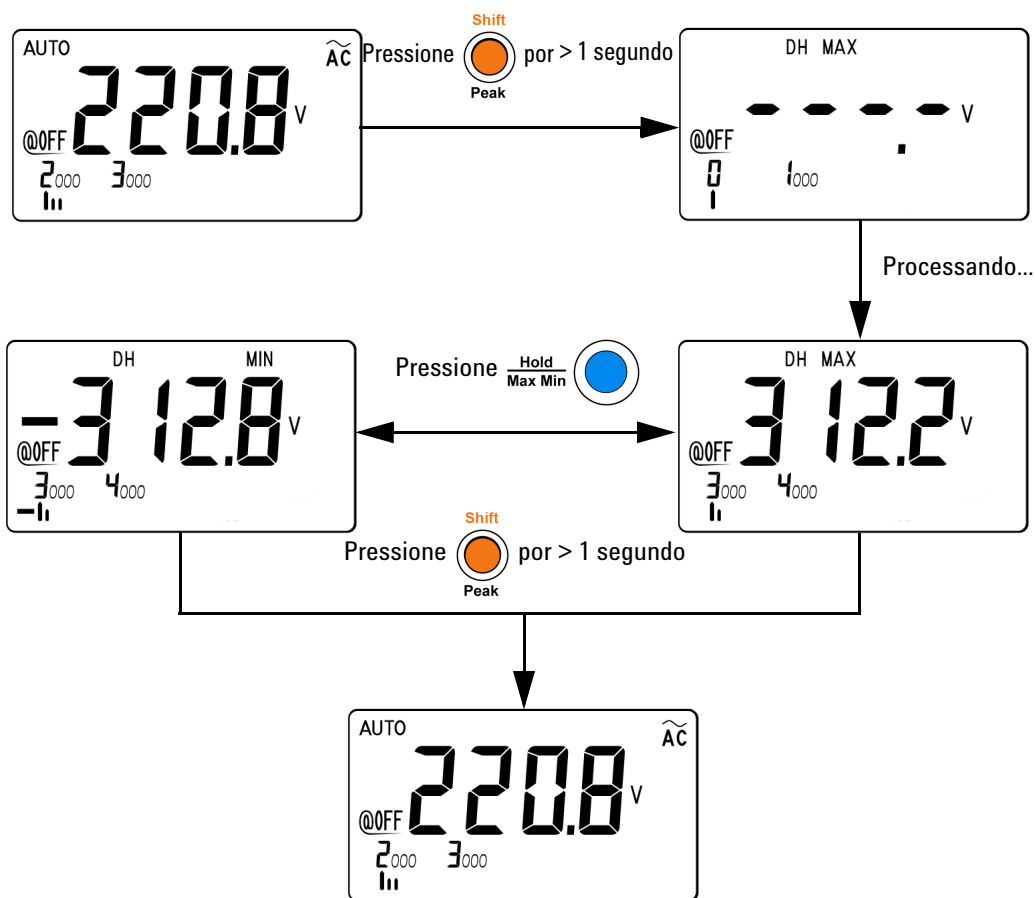

Figura 3-4 Operação do modo 1 ms Peak Hold
- 4 No exemplo de medição da Figura 3-4 na página 42, o fator de crista será de $312,2/220,8 = 1,414$.